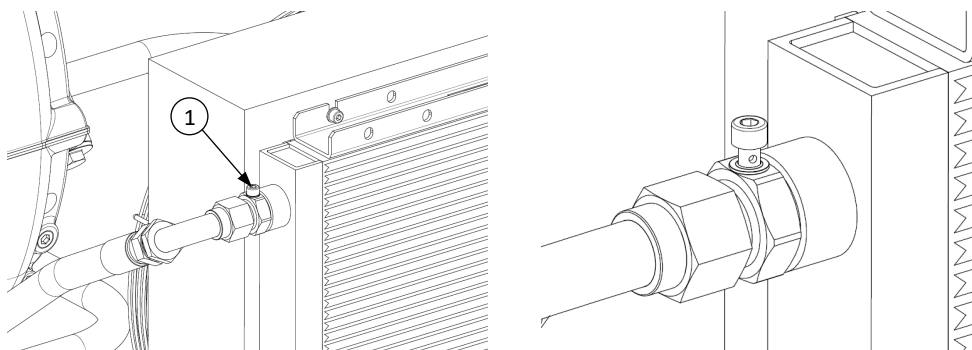

fig. 17
**!** Si al cumplirse dicho tiempo el manómetro pos. b no detecta la presión, purgar el aire del circuito abriendo el tornillo de escape del racor del conducto de envío al intercambiador (pos. 1 fig. 17)